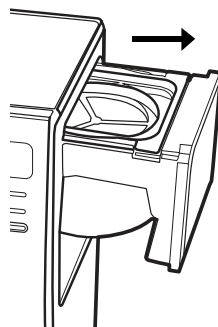

Figura 4
- A. Abra a gaveta porta filtro (Figura 4)